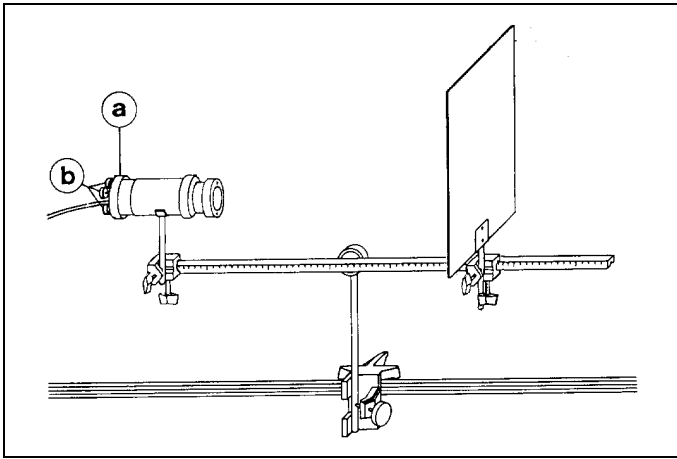
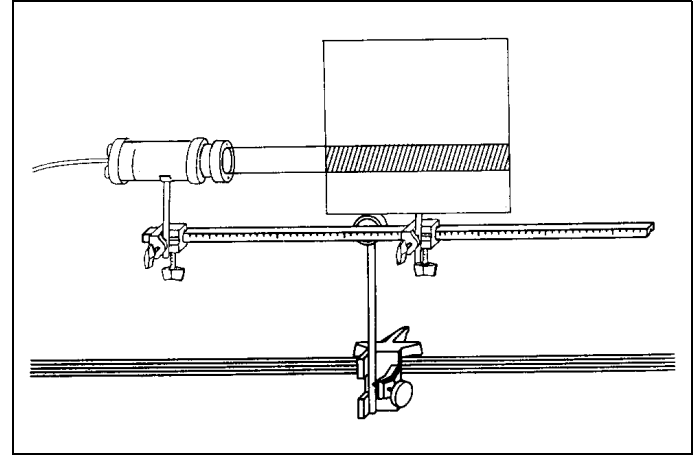

Fig. 2.1
Fig. 2.2
Zur Herstellung divergenter, paralleler und konvergenter Lichtbündel Lampeneinsatz ① in Längsrichtung verschieben; Kontrolle der Bündelung entweder mit einem Schirm gemäß Fig. 2.1 oder bei horizontaler Lampenwendel mit einem Schirm oder Blatt Papier gemäß Fig. 2.2. Lampe erforderlichenfalls durch Drehen der Schrauben ② in die optische Achse justieren.
To produce divergent, parallel and convergent light beams, move the lamp insert ① in longitudinal direction. Beam control is either by means of a screen according to Fig. 2.1 or, with horizontal lamp filament, by means of a screen or sheet of paper according to Fig. 2.2. If necessary, adjust the lamp in the optical axis by turning the screws ②.